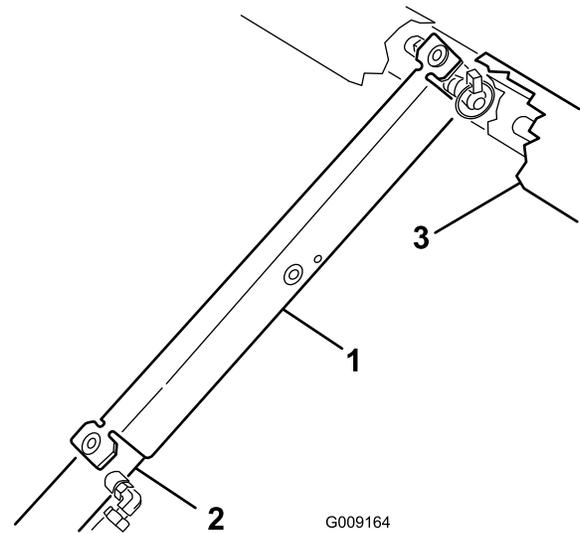

Bild 13
3. Schieben Sie die Sicherheitsstütze auf die Zylinderstange. Achten Sie darauf, dass die Stützenendlaschen auf dem Ende der Zylindertrommel und auf dem Ende der Zylinderstange aufliegen (Bild 13).